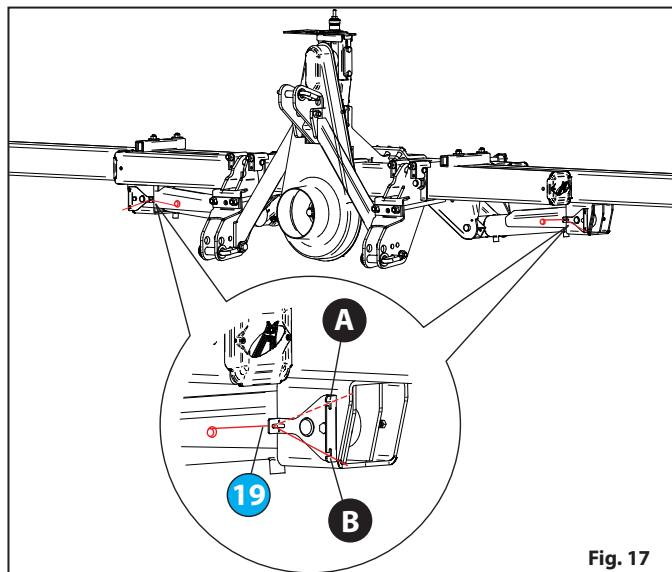

Fig. 17
- W celu rozłożenia ramy należy przestawić sprężynę **B** do pozycji **A** "Fig. 17".